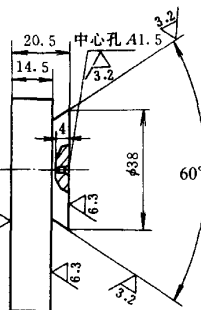

图 2
(2) 在 C616 车床上,用台阶三爪夹三棱柱,将一端车成 $\phi 38\text{mm} \times 6\text{mm} \times 90^\circ$ 燕尾凸台,在燕尾凸台上钻中心孔 A1.5,深 4mm,调头采用燕尾夹爪抓夹燕尾凸台,如图 2 所示,此时,既有径向夹紧力,又有轴向拉紧力,工件装夹十分牢固,将工件端面车至 14.5mm。